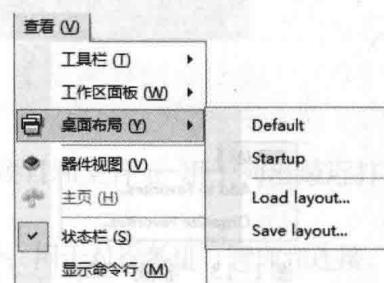

图1-11 “桌面布局”命令子菜单
(3) “桌面布局”命令：用于控制桌面的显示布局，其子菜单如图1-11所示。